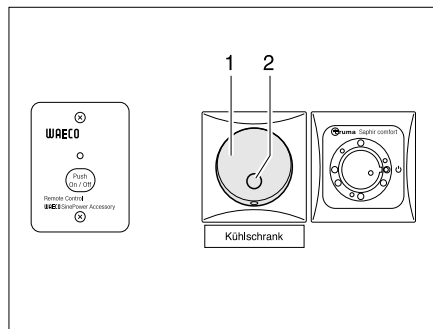

Bild 138 Bedienelemente außerhalb des Kühlschranks
- Kühlschrank mit dem Schalter (Bild 138,1) einschalten. Die Kontroll-Leuchte (Bild 138,2) zeigt den Betrieb an.
- Kühlschrank mit dem Schalter (Bild 138,1) ausschalten. Die Kontroll-Leuchte (Bild 138,2) erlischt.